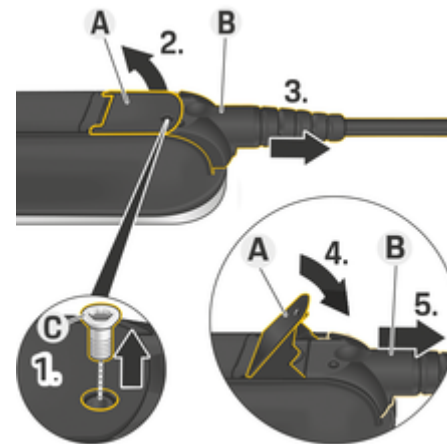

Fig. 18: Débranchement des câbles
1. Retirez la vis **C** (Fig. 18) à l'aide d'un outil adéquat.
2. Levez le levier **A** (Fig. 18).
3. Tirez la fiche **B** (Fig. 18) jusqu'au premier point de résistance.